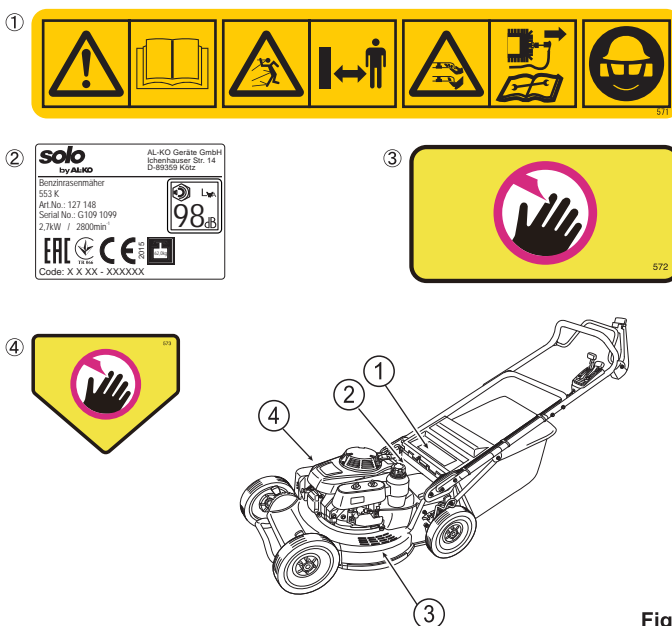

Fig. 1
- Etiquetas de segurança estão afixadas no cortador de grama, como ilustrado no **fig. 1**.